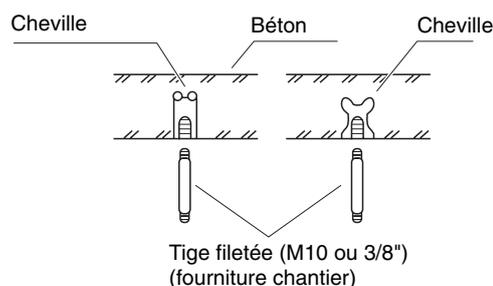
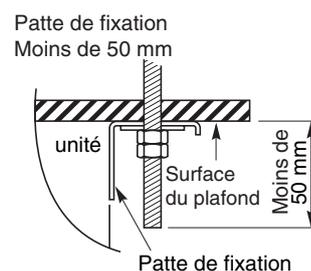

Fig. 3-69
Fig. 3-71
- (2) Percez des trous aux 4 points indiqués sur le gabarit de montage.
- (3) En fonction du type de plafond :
- a) Insérez les tiges filetées comme indiqué sur la figure 3-69
- (4) Vissez les tiges filetées en les laissant dépasser du plafond comme illustré sur les figures 3-69 et 3-70. La longueur de la partie visible de chaque tige doit être identique, avec une tolérance de 50 mm (Fig. 3-71.)